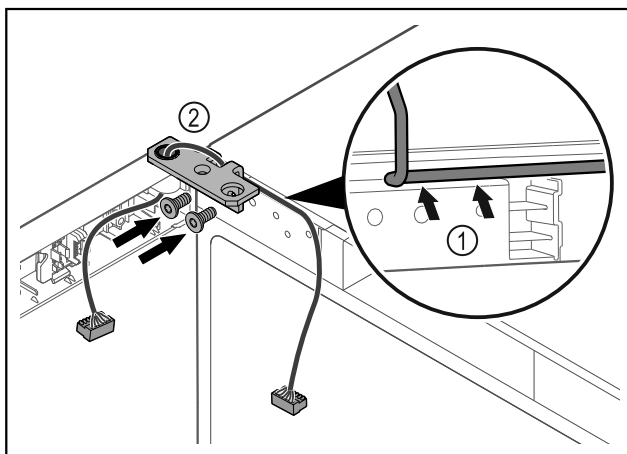

Fig. 41
- ▶ Ved'te kabel skrz vybrání úhelníku závěsu a opatrně jej položte Fig. 41 (1).
- ▶ Našroubujte úhelník závěsu Fig. 41 (2).